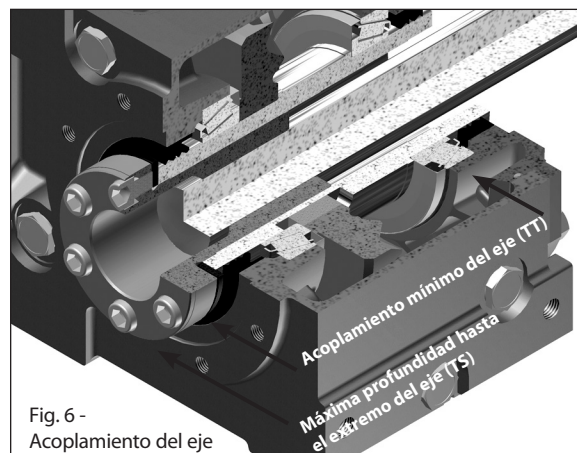
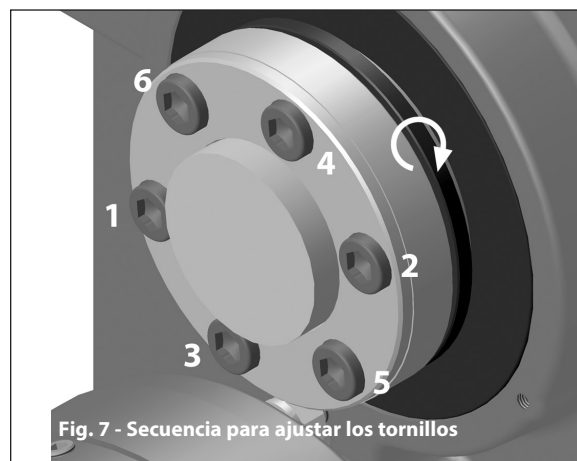

Fig. 6 - Acoplamiento del eje
Fig. 7 - Secuencia para ajustar los tornillos
Preferiblemente, el eje impulsado debe extenderse más allá del frente de la brida del buje (vea la Fig. 7). Vea el acoplamiento mínimo necesario entre el eje y el buje en la Fig. 6 y en la Tabla 2 que aparecen a continuación. Para conocer cuál es la profundidad máxima que existe hasta el extremo del eje, consulte la Fig. 6 y la tabla 3 que aparecen a continuación.
Paso 9 – Con una llave dinamométrica, apriete los tornillos de cabeza en incrementos de a 20% para acoplar el sistema del buje. Para asegurar el acoplamiento completo del buje, utilice el esquema de apriete apropiado (“en estrella”; vea la Fig. 7). Apriete cada tornillo de cabeza según los valores de par que se indican en la Tabla 4.